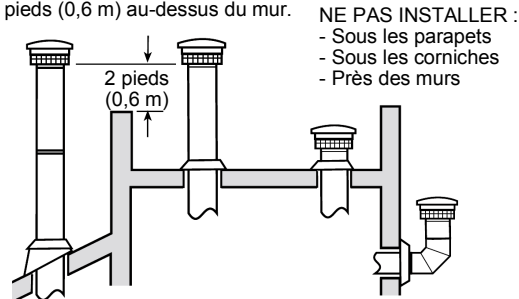

Figure 5. Hauteur exigée de la terminaison d'évacuation.
- Si la terminaison d'évacuation traverse le toit, voir les règles et schémas de la figure 5, pour déterminer la hauteur adéquate de la terminaison d'évacuation.